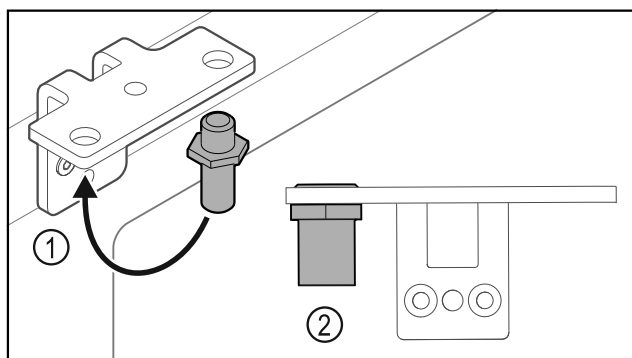

Fig. 38
- ▶ Prestavite sornik v kotniku tečajev vrat Fig. 38 (1).
- ▶ Sornike Fig. 38 (2) zategnite z **zateznim momentom 12 Nm**.